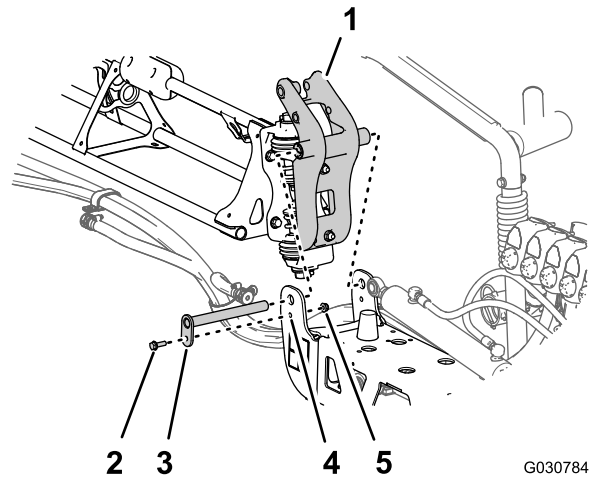

**Figura 134**
- Insira casquilhos de flange de nylon no orifício com 31,8 mm em cada lado da união da articulação (Figura 134).